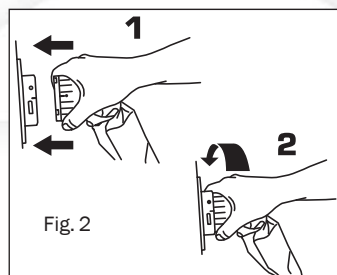

Fig. 2
5. Kople luftslangen fra madrassen til pumpen. Påse at sort linje på madrasslangekoblingen er i flukt med sort linje på pumpekoblingen og skyv sammen. Drei slangekoblingen med klokken til et grønt merke blir synlig i vinduet på pumpekoblingen (Fig. 2).